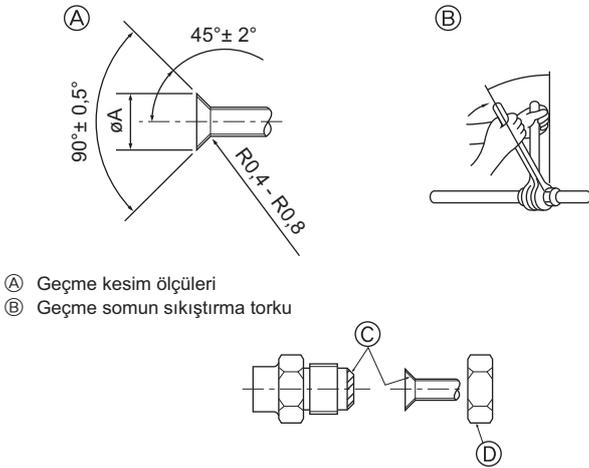

Fig. 4-2
(A) (Fig. 4-2)
(B) (Fig. 4-2)
### 4.2. Boruların bağlanması (Fig. 4-2)